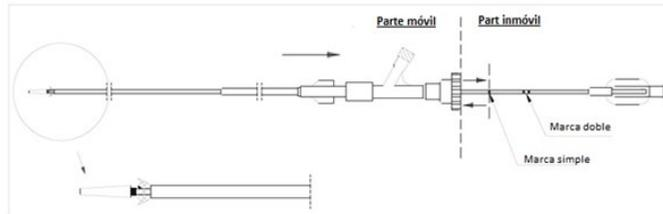

Ilustración 3: Paso 2: Liberación del stent
3. Liberar el stent parcialmente del sistema de liberación, no sobrepasar la marca única (Ilustración 3) y, a continuación, volver a colocar el stent en el sistema de liberación.